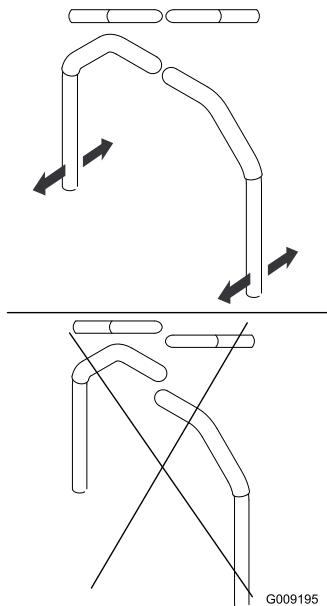

Figura 78
4. Ajuste la posición delante/detrás de las palancas acercándolas a la posición de punto muerto y deslizándolas hasta que queden alineadas, y luego apriete los pernos (Figura 78).